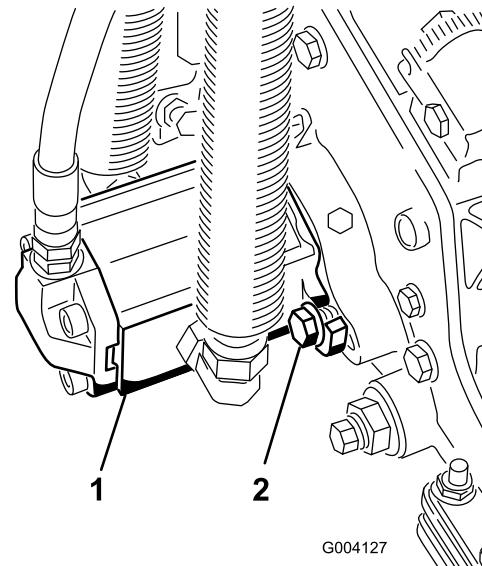

Bild 13
- 16. Montieren Sie den Motor; drehen Sie ihn nach rechts, damit die Motorflansche nicht die Schrauben berühren (Bild 13).